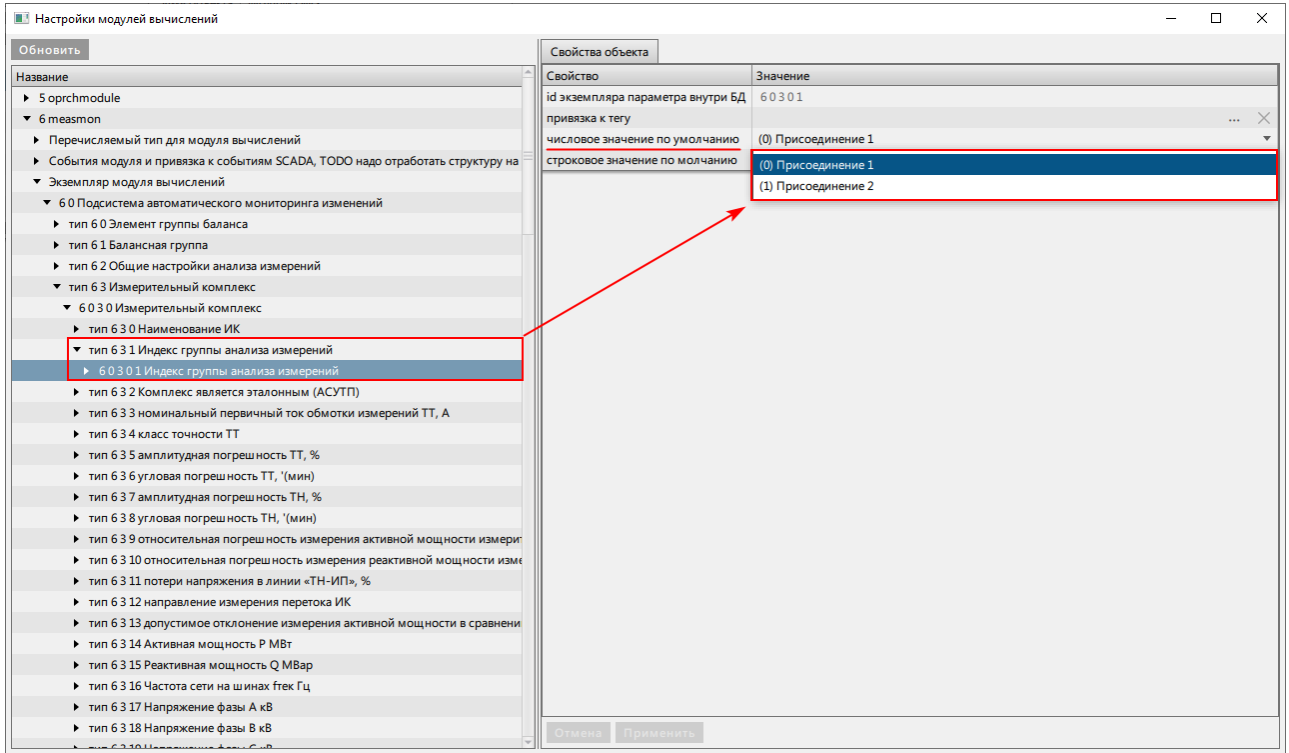

Рисунок 443 - Индекс группы анализа измерений
- У каждого измерительного комплекса (см. раздел **Добавление измерительных комплексов**) раскройте узел **тип 6 3 1 Индекс группы анализа измерений** и напротив строки **числовое значение по умолчанию** выберите из выпадающего списка нужное присоединение (Рисунок 443).